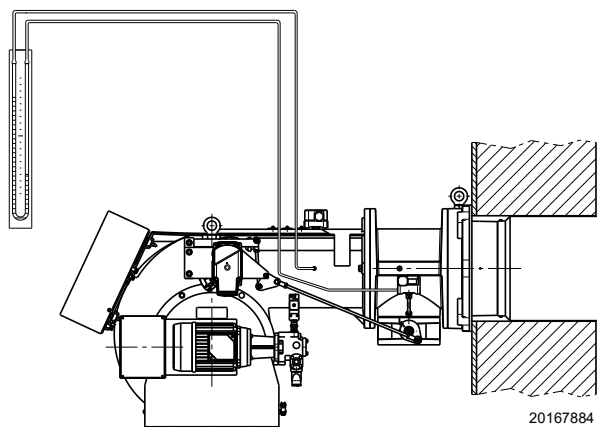

Рис. 28
- Установіть U-подібний манометр або диференціальний манометр (Рис. 28): трубка (+) в точці контролю тиску газу на трубній муфті, а трубку (-) у камері згоряння. Використовується для приблизного розрахунку МАКСИМАЛЬНОЇ потужності пальника.
Надходження газу до муфти показує U-подібний манометр (Рис. 28).